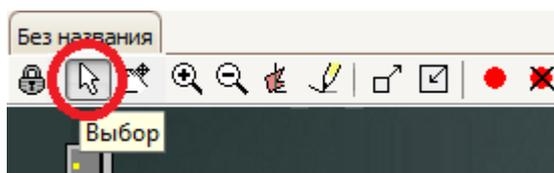

Рисунок 12 - Выбор настройки периметра
- Нажать кнопку «Выбор» на панели инструментов (Рисунок 12).